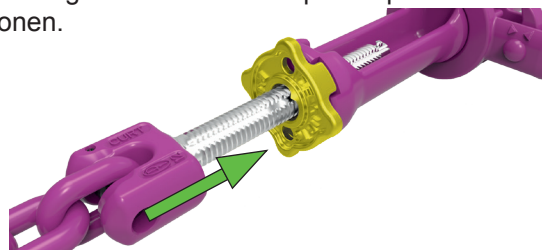

Bild 21:
8. Verschieben Sie nach dem Spannen die Sicherungsscheibe in Richtung Tragrohr. Die Sicherungsscheibe muss formschlüssig und leichtgängig in die **Kreuzkontur** am Tragrohr eingreifen (Bild 21).